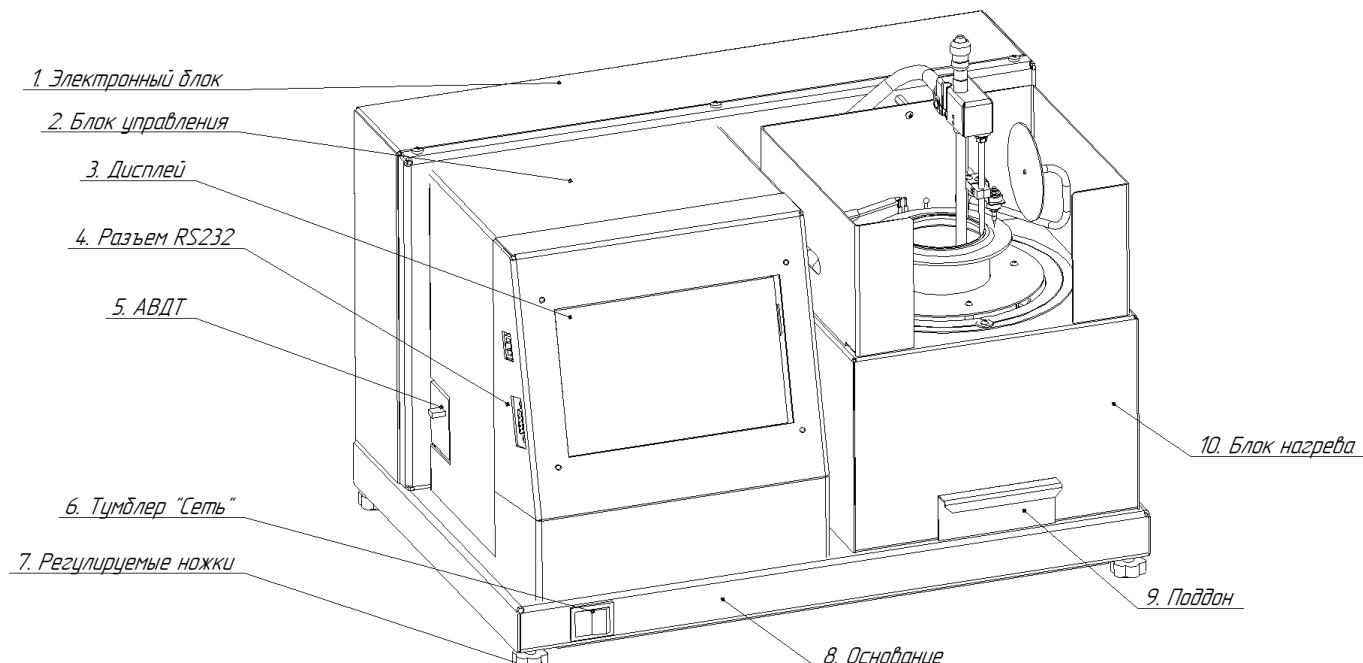
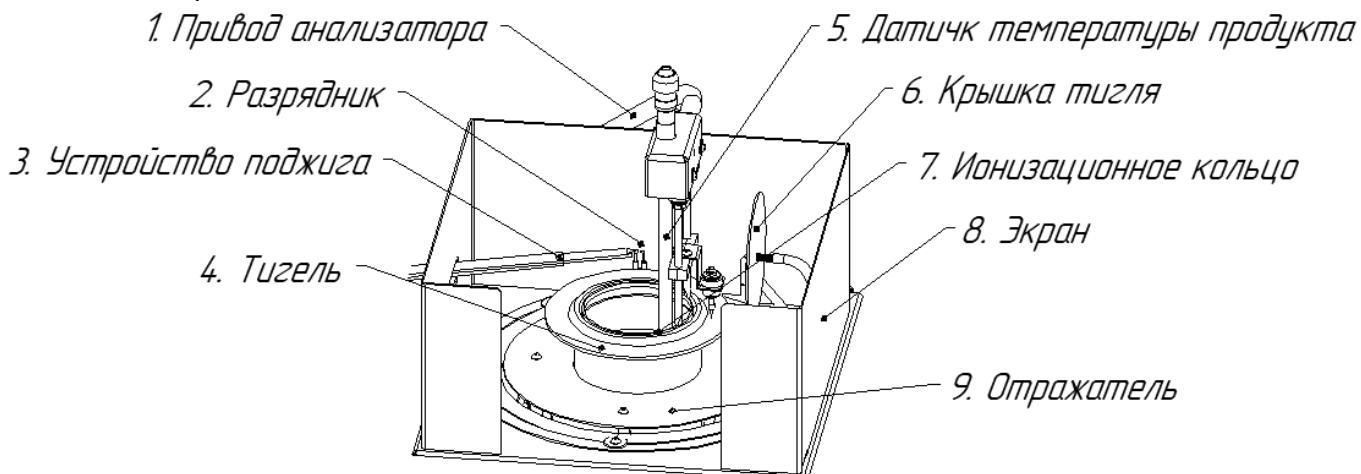
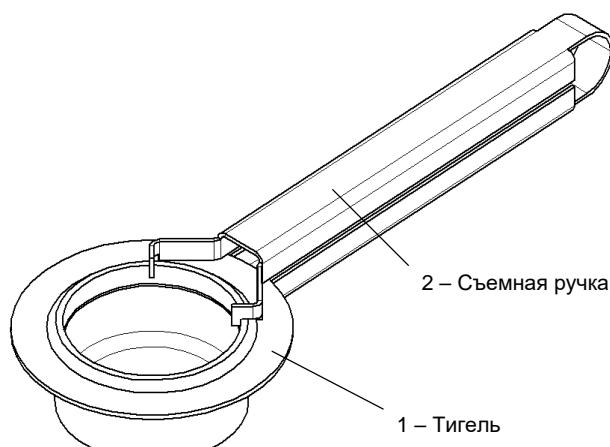

Рисунок 1 – Общий вид аппарата
Рисунок 2 – Блок нагрева
Рисунок 4 – Тигель со съемной ручкой
В верхней части блока нагрева (рисунок 2) находятся: привод анализатора, на которой закреплены ионизационное кольцо и датчик температуры продукта. Внутри отражателя расположен нагреватель, на который устанавливается тигель. В правой части блока нагрева расположена крышка тигля, которая необходима для тушения пламени при воспламенении продукта во время испытания. Во время испытания производится поджиг паров нефтепродукта устройством поджига, которое зажигает газ от поджигающего разрядника.
- поверхность установки должна быть горизонтальной, в противном случае, вращением регулируемых ножек (рисунок 1 на странице 4) необходимо добиться совпадения мениска нефтепродукта и метки по периметру внутренней поверхности тигля, установленного в аппарат.
- при снятом поддоне (рисунок 1 на странице 4) продуть аппарат сжатым воздухом давлением менее 1 атмосферы, направляя поток в отверстие в отражателе (рисунок 2 на странице 5);
3.4.1 С помощью съёмной ручки (рисунок 4 на странице 5) взять тигель и горизонтально установить его в отверстие в отражателе (рисунок 2 на странице 5).
3.4.2 Подключить аппарат к сети питания, включить его тумблером «Сеть» (рисунок 1 на странице 4).
4.2.3 Режим работы аппарата – непрерывный. После окончания работы аппарат выключается тумблером «Сеть» (рисунок 1 на странице 4).
4.2.5 Во избежание получения ожогов необходимо снимать тигель только с помощью съёмной ручки (рисунок 4 на странице 5).
4.4.2 Визуально проверить чистоту ионизационного кольца и разрядника (рисунок 2 на странице 5). Если на поверхностях ионизационного кольца есть остатки продукта, следует выполнить чистку согласно пункту 5.9 (страница 19).